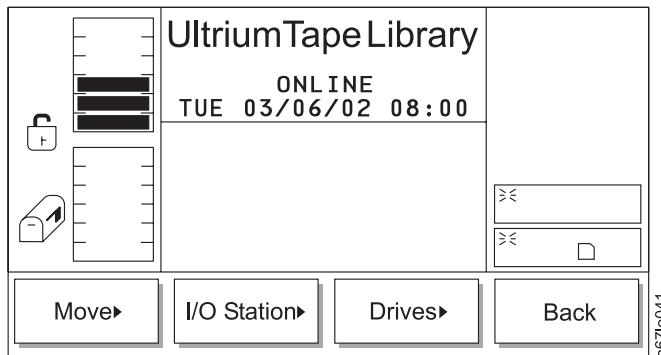

Abbildung 107. Befehlsmenü
Benutzen Sie das Befehlsmenü zum Einleiten von Bewegungsbefehlen. Wählen Sie **Command** im Hauptmenü aus, indem Sie den Knopf unter dem Programm-funktionssymbol **Command** drücken (siehe Abb. 76 auf Seite 101). Das Befehlsmenü erscheint (siehe Abb. 107).
Tabelle 56. Übersetzung von Abb. 107, Befehlsmenü
- Wird **Back** ausgewählt, erscheint das Befehlsmenü (siehe Abb. 107 auf Seite 128).